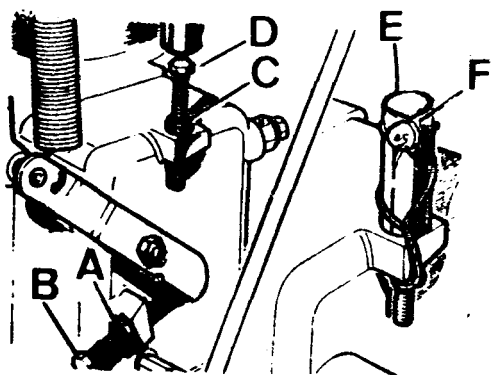

Fig. A1-50 Tornillos de regulación de - revoluciones
- B) Después de aflojar la tuerca, A (Fig. A1-50) se hará girar el tornillo, B, lo que sea necesario, hacia la derecha para aumentar la velocidad o hacia la izquierda para disminuirla.
- C) Una vez conseguida una velocidad comprendida entre 650 y 690 r.p.m., se apretará la contratuerca, A (Fig. A1-50).
- B) Después se aflojará la contratuerca, C (Fig. A1-50) y se girará el tornillo de ajuste, D, hacia la izquierda para aumentar las revoluciones o hacia la derecha para disminuir. A la vez se irán haciendo sucesivas comprobaciones de revoluciones con el tacómetro, hasta conseguir las 4.200 r.p.m.
- C) Una vez conseguidas las 4.200 r.p.m. apretar la contratuerca, C (Fig. A1-50) y montar el capuchón, E, y el precinto, F.